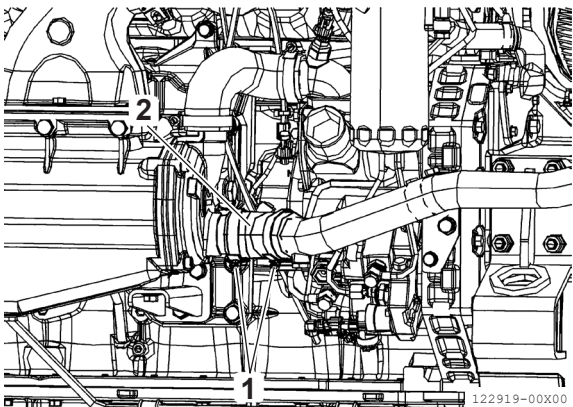

Figura 13
6. Allentare le viti di chiusura (**Figura 13, (1)**) e rimuovere il manicotto (**Figura 13, (2)**).